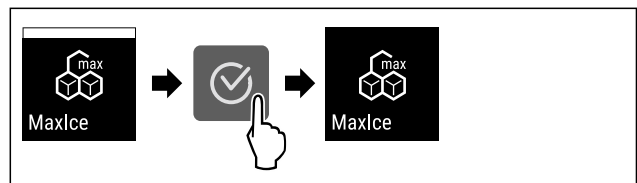

Fig. 23
- ▶ Провести етапи операцій (див. Fig. 23) .